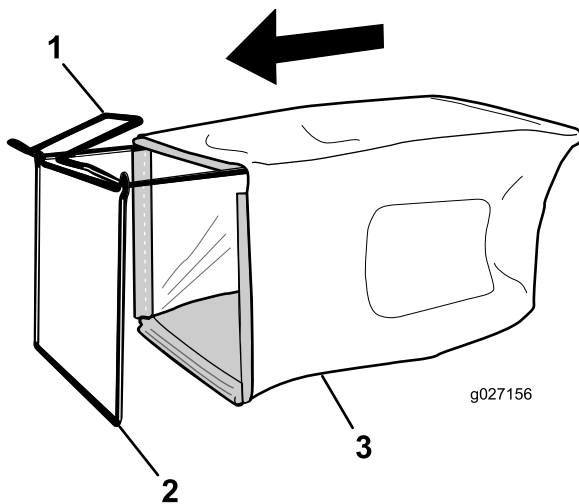

Figura 11
1. Coloque la bolsa de recogida sobre el bastidor, según se muestra en la Figura 11.
**Nota:** No coloque la bolsa sobre el manillar (Figura 11).